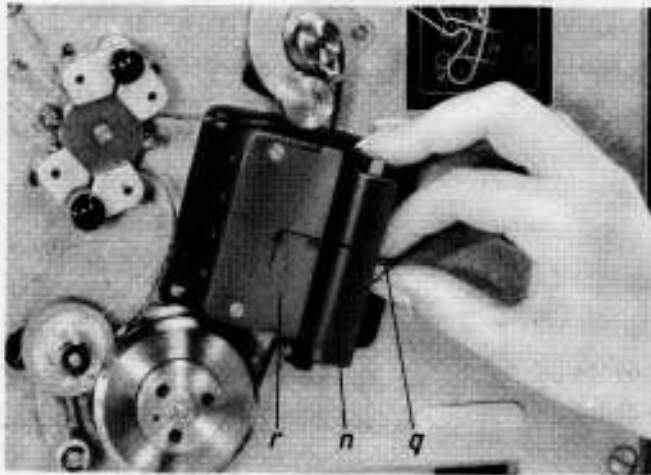

Bild 10
- 3) Deckel (n) der Magnetkopf-Abschirmung durch Druck auf den Bedienungsknopf (q) in Pfeilrichtung öffnen (siehe Bild 10).